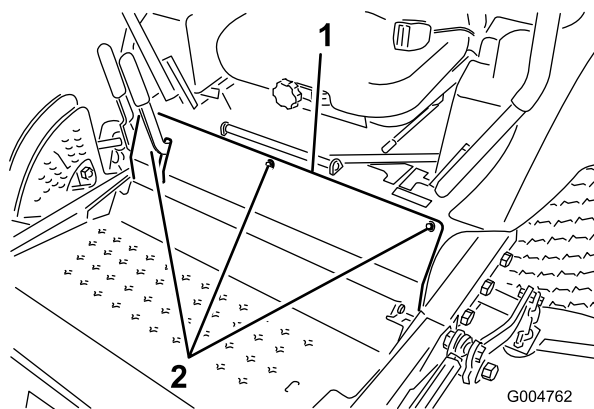

Figura 66
3. Togliete i bulloni che fissano il pannello anteriore, e rimuovete il pannello (Figura 66).